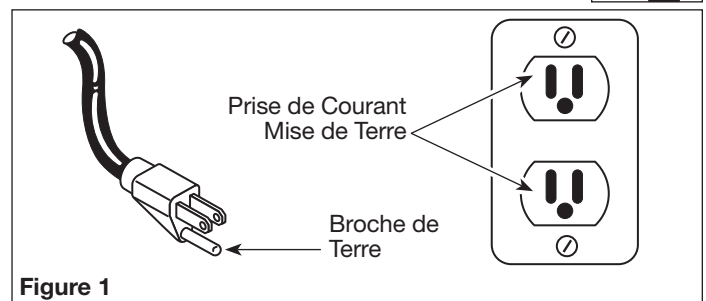

Figure 1
1. Ce produit est conçu pour l'utilisation d'un circuit de 120 volts et a une fiche de mise à la terre comme celle indiquée sur la Figure 1. Assurer que le modèle est branché à une